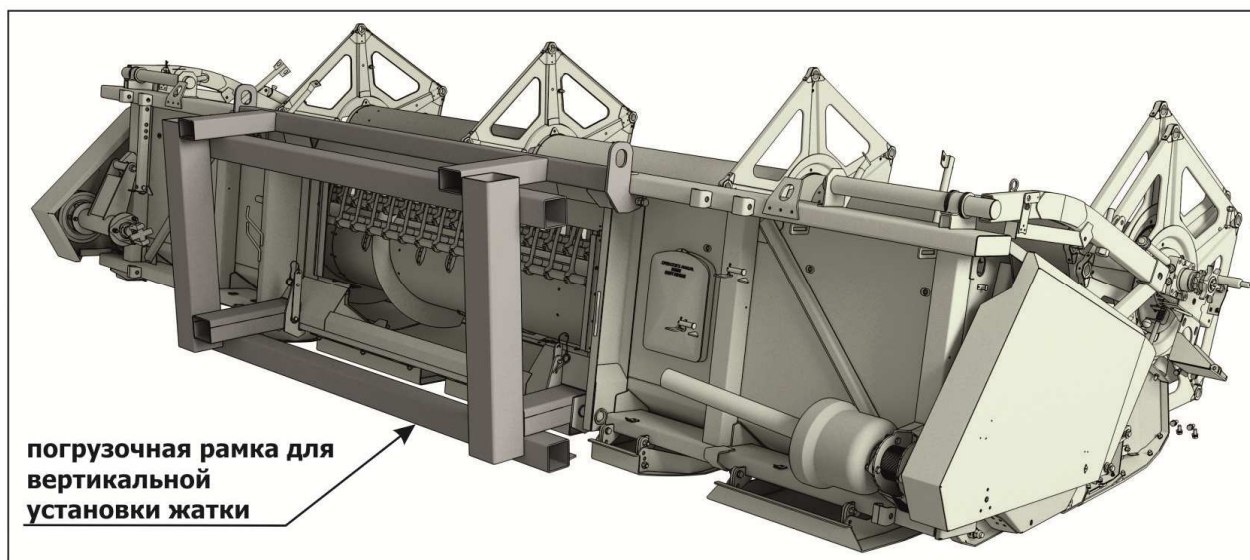

Рисунок 8.10
8.4.1 Для компактной перевозки жаток применяется погрузочная рамка ЖСУ-701.33.11.210А (из комплекта «ЖСУ-701.33.11.200 (см. рисунок 8.10).